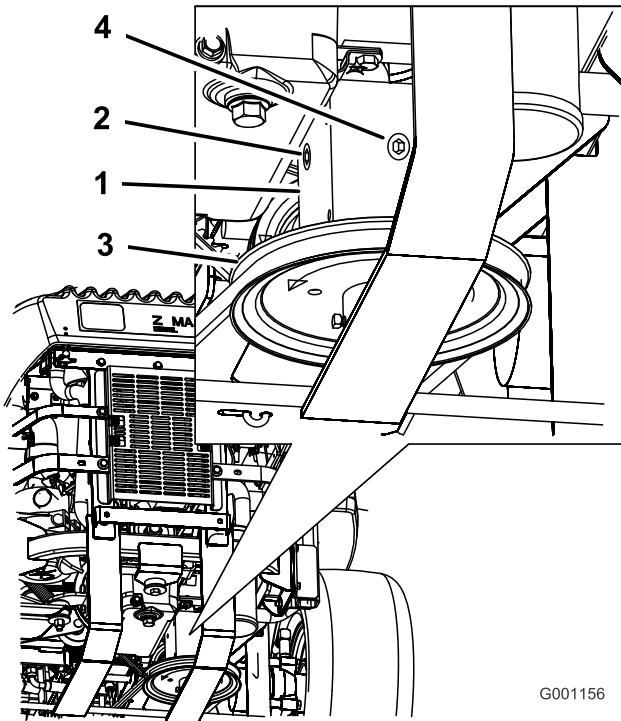

Figura 76
- Togliete il tappo laterale o posteriore degli ingranaggi (Figura 76).